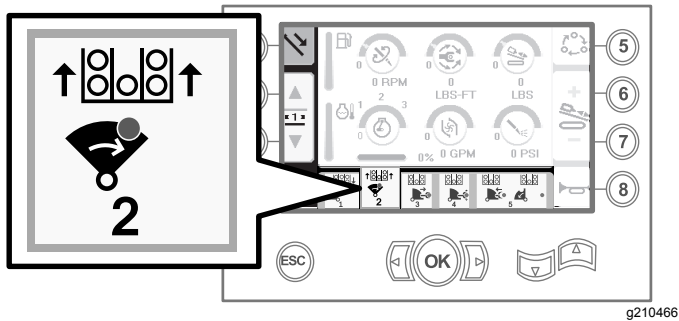

Bild 28
4. Lassen Sie den Kippschalter los, um auf den nächsten Schritt in der Folge zu gehen (Bild 28).